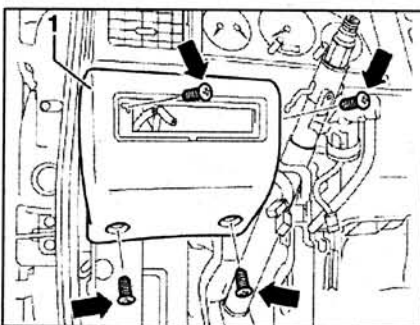

Рис. 4.6. Выкрутите винты (стрелки), снимите крышку 1.
5. Выкрутите винты (стрелки), снимите крышку 1 и нажмите педаль сцепления до упора (рис. 4.6).